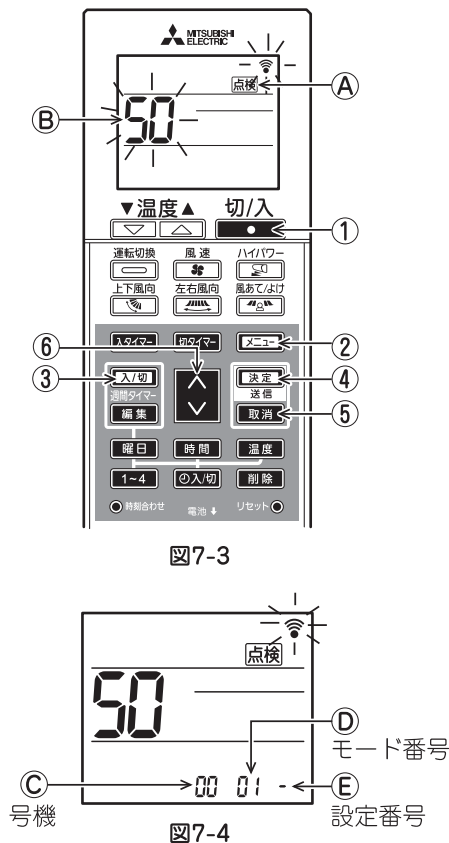

図7-3
3. **【↓】** ボタン⑥を押してアドレスを設定し、ユニットの機能選択モードとする。(図7-3)